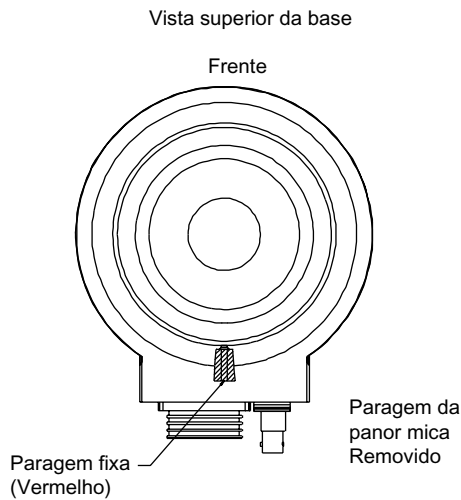

Figura 4: Rotação Horizontal Manual Máxima e Rotação Horizontal Automática Máxima (Modelos de 345°)
As paragens da rotação horizontal estabelecem os limites da rotação horizontal manual. As duas (2) paragens da rotação horizontal ajustáveis podem ser reposicionadas ou removidas consoante o funcionamento pretendido. O alcance máximo da rotação horizontal é indicado na **Figura 4**.